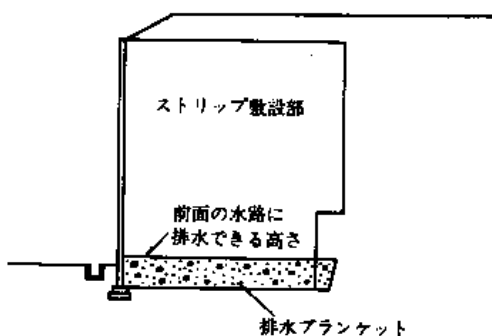

図2 排水ブランケット
- ④地下水位が高い場合には、テールアルメ盛土内への地下水の上昇を防止するために、図2に示す排水ブランケットを設けるのが有効である。排水ブランケットには透水性の極めて高い荒目の砂利、碎石などを使用し、その厚さは 30cm 以上とする。
⑤水が侵入しやすく、しかもそれによってせん断強度の低下が著しいシラス、山砂、まさ土などの土質を盛土材に使用する場合には、とくに入念な設計が必要である。。
⑥設計時に土中の浸透水などの動きを正確に把握することは難しく、施工中に地下水や浸透層の存在が判明することが多い。したがって施工中においても常に地表水や浸透水の動きについてよく観察し、対処することが重要である。